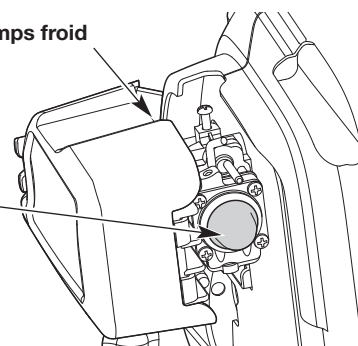

Fig. 8
S'IL FAIT FROID... Par temps froid (moins de 4,4 °C), déplacez le levier de démarrage par temps froid à la position **Fermée** (Fig. 8). **NE DÉPLACEZ PAS** le levier de démarrage par temps froid à la position **Fermée** si la température est supérieure à 4,4 °C.
3. Appuyez lentement et relâchez la poire d'amorçage à **10 reprises** (Fig. 8). Si aucune quantité de carburant n'apparaît dans la poire d'amorçage, appuyez et relâchez la poire jusqu'à l'apparition de carburant.
S'IL FAIT FROID... Par temps froid (moins de 4,4 °C), déplacez à nouveau le levier de démarrage par temps froid à la position **Ouverte** (Fig. 8).